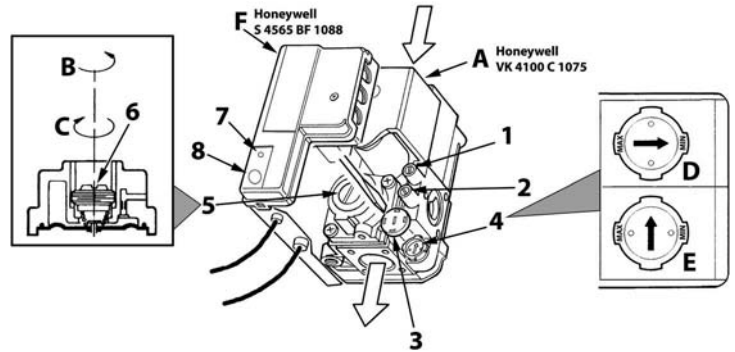

рис. 17 - Регулирование давления
На котле PEGASUS D LN можно регулировать тепловую производительность топки и, следовательно, тепловую мощность, передаваемую воде системы отопления; это делается исключительно путем регулировки основной горелки с помощью газового вентиля (см. рис. 17). На графиках, приведенных в параграфе сар. 5.2, показано изменение передаваемой воде тепловой мощности в зависимости от изменения рабочего давления горелки. Возможность приведения мощности котла в соответствие с реальными потребностями отопления означает, прежде всего, снижение потерь и экономии топлива. Кроме того, при регулировке мощности, регламентированной также стандартом, котлы сохраняют значения КПД и характеристика сгорания почти без изменений.
1. С помощью небольшой отвертки снимите защитный колпак 5 вторичного привода газового вентиля рис. 17.
2. Подключите манометр к клемме давления 2 (рис. 17), расположенного после газового вентиля, затем переведите ручку термостата котла на максимум.
3. Регулируйте давление с помощью винта 6 (рис. 17) на желаемое значение, руководствуясь диаграммами, приведенными в параграфе сар. 5.2.
2. Снимите с газового вентиля маленький защитный колпак 3 (рис. 17). С помощью маленькой отвертки регулируйте "СТУПЕНЬ" розжига на основании выбранного для работы газа ( G20-G25 положение D рис. 17 или G30-G31 положение E рис. 17); установите защитный колпак на место.
- Спустите воздух из газопроводных труб через штуцер отбора давления 1 газового вентиля (рис. 17).